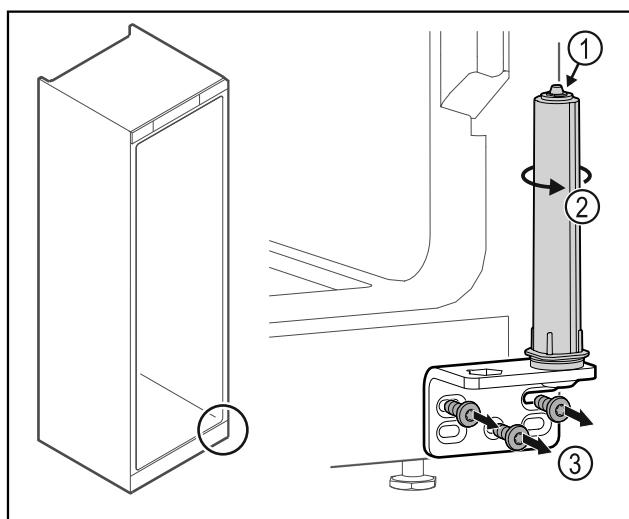

Fig. 50
- Μην αποσυναρμολογείτε το σύστημα κλεισίματος πόρτας Fig. 50 (1).
- Περιστρέψτε το σύστημα κλεισίματος Fig. 50 (2), μέχρι να κάνει κλικ.
- Ξεβιδώστε τη γωνία μεντεσέ Fig. 50 (3).